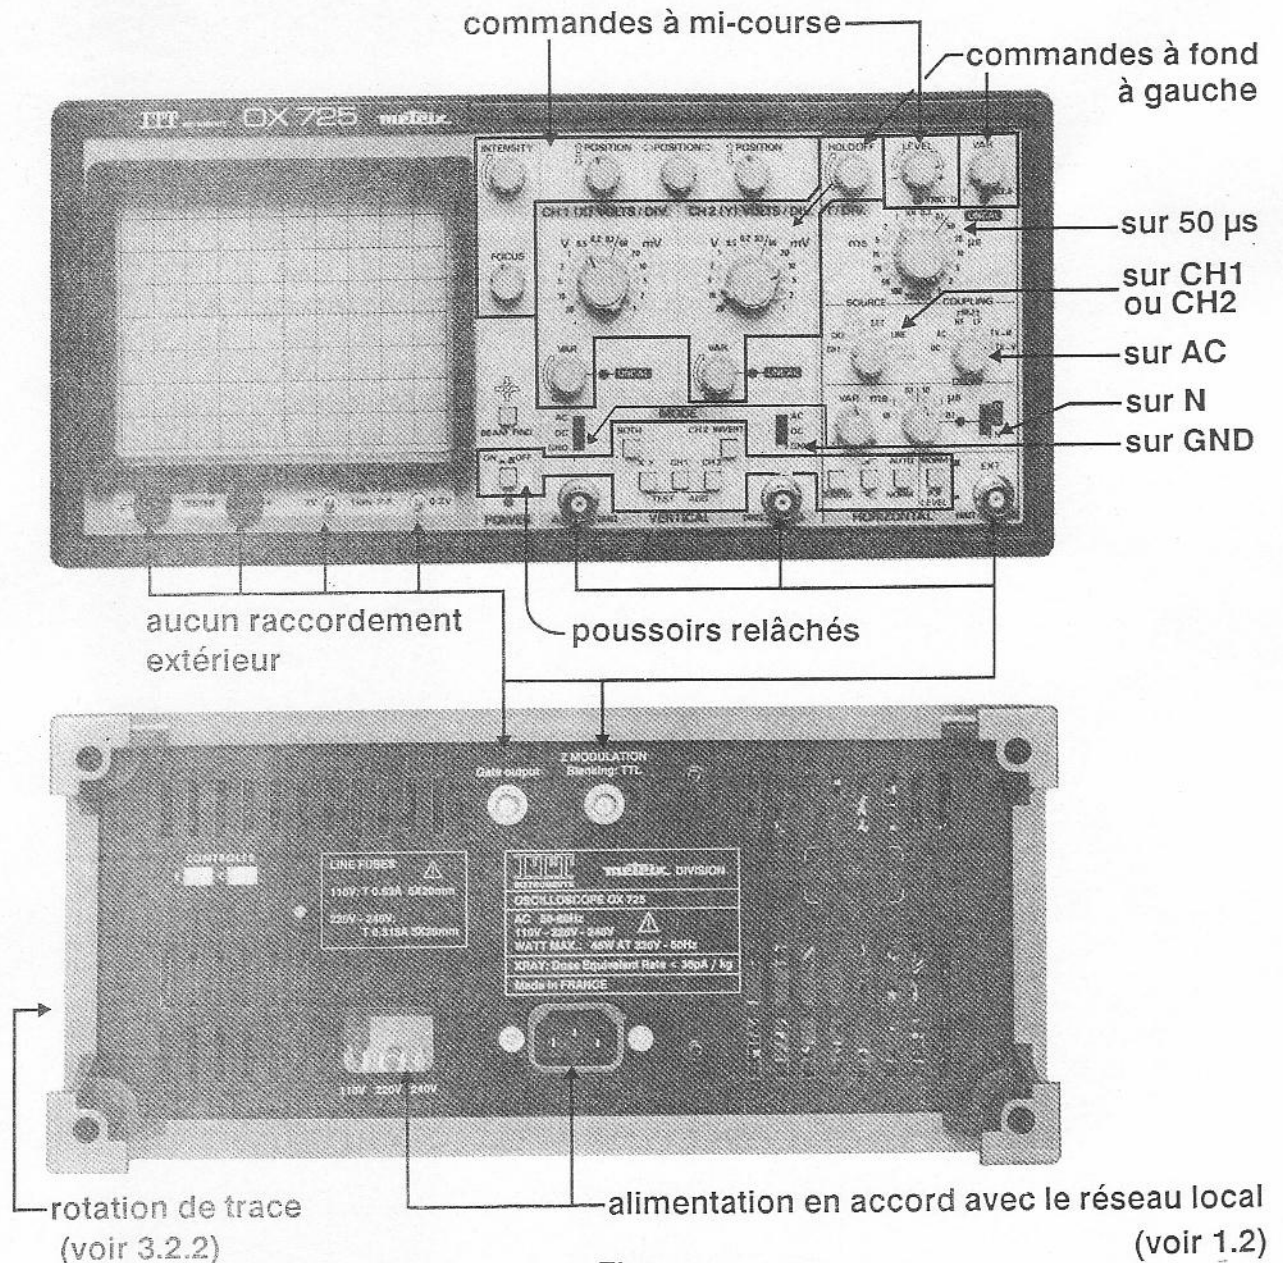

Fig 3.1
**\* Remarque :** à ce stade bien observer l'horizontalité des traces à l'écran et si nécessaire les faire coïncider avec les références du graticule **40**. Cet alignement s'effectue par la commande latérale "Rotation de Trace" (voir Fig 3.1 et repère 46 paragraphe 3.1.1).